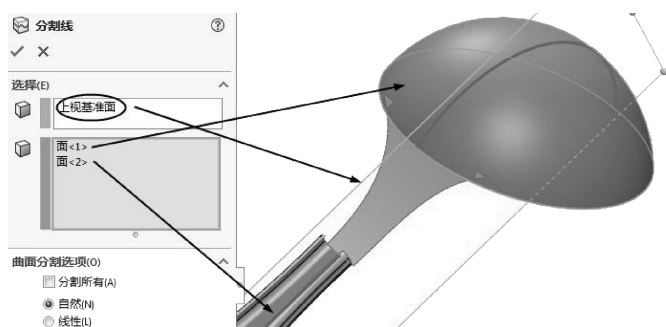

图 4-100 创建分割线 1
- 14 利用【分割线】工具, 选择上视基准面作为分割工具, 选择两个曲面作为分割对象, 创建如图 4-100 所示的分割线 1。